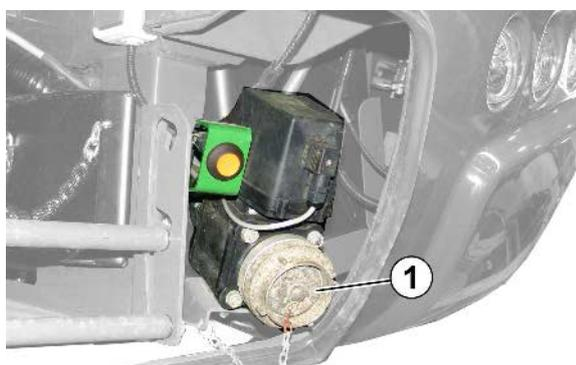

Fig. 77
- Conexión de llenado con recorrido libre de flujo y salida orientable (Fig. 77).